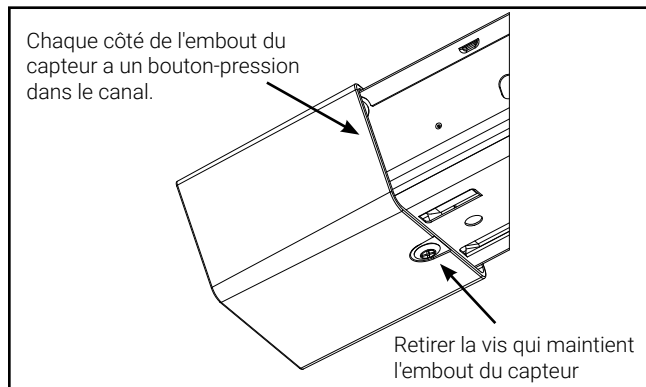

Figure 1.
2. Si le projecteur est déjà équipé d'un embout de capteur, retirez l'embout de capteur (Figure 1) avant de retirer le couvercle.